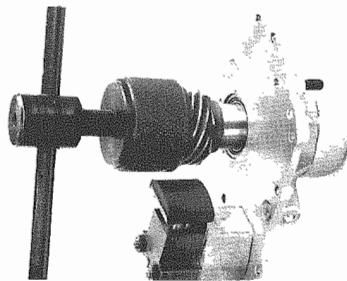

Fig. 70 - Estrattore n. 40 - Puller No. 40
- Estrarre l'ingranaggio primario comando spinterogeno con l'estrattore n. 40 (**Fig. 70**).
- Take out using puller No. 40 (**Fig. 70**) main gear of distributor control.